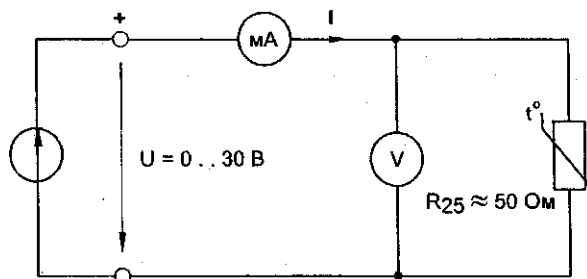

Рис. 4.4.1
- Соберите электрическую цепь согласно схеме (рис. 4.4.1). Измерьте токи нелинейного резистора при напряжениях, указанных в табл. 4.4.1. Измерения должны быть выполнены с интервалами 30 с, чтобы после каждого изменения напряжения достичь установившегося теплового состояния терморезистора.